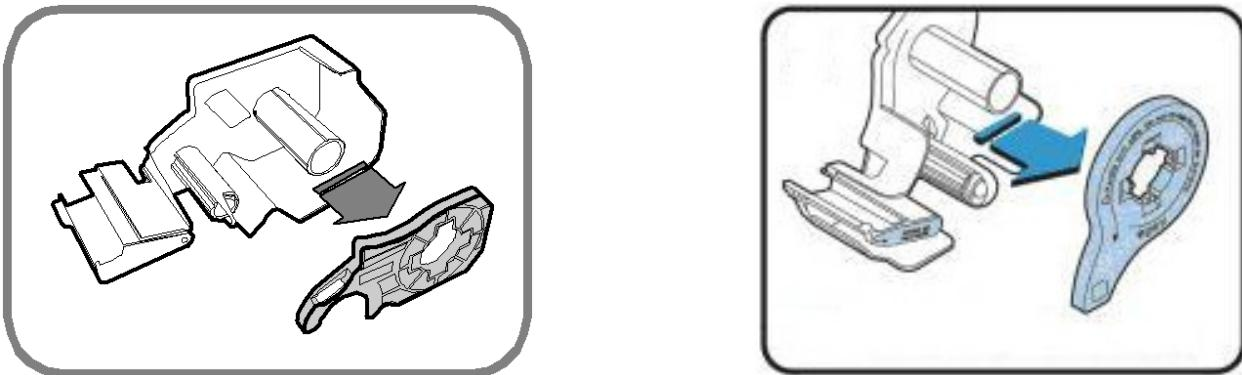

Рисунок 1.14 – Снятие прижимного механизма и фиксатора ленты
3. Снимите с картриджа прижимной механизм ленты и фиксатор ленты на приёмной катушке (см. рисунок 1.14).